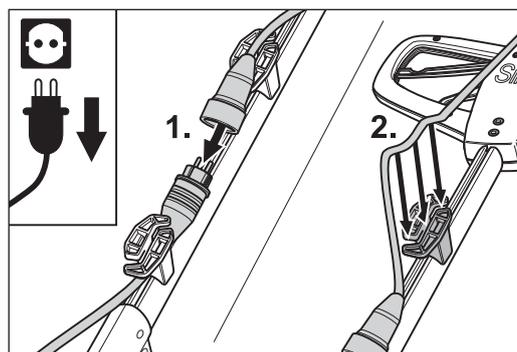

Abb. 8 Einlegen des Verlängerungskabels in den oberen Kabelhalter am Stielrohr der SINGLE.
- 1 Verbinden Sie die Kupplung mit dem Stecker des Motorkabels und legen Sie das Verlängerungskabel in den oberen Kabelhalter am Stiel (Abb. 8).